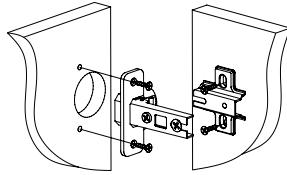

Рис.3
2. При помощи шурупов 3,5x16 установить петли на дверь с зеркалом и ответные планки петель на деталь 4 (или 5) (Рис. 3).